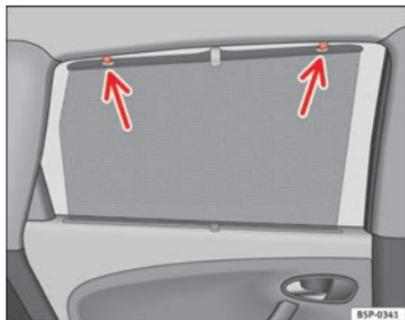

Abb. 82 Sonnenschutzrollo Hintertür
- Ziehen Sie das Rollo aus und hängen es in den Haken am oberen Türrahmen ein ⇒ Abb. 82.